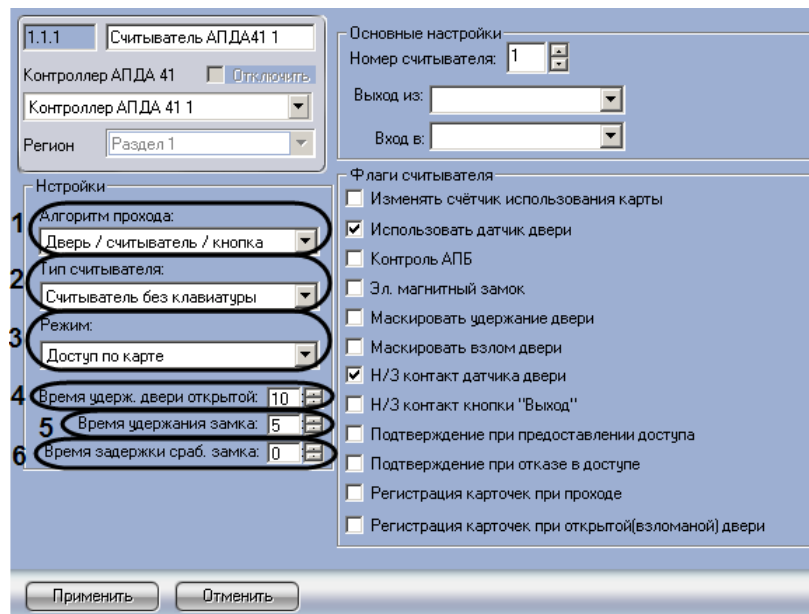

Рис. 3.6—3 Настройка работы считывателя
1. Перейти на панель настройки объекта **Считыватель АПДА21** или **Считыватель АПДА41** (Рис. 3.6—3).
2. Из раскрывающегося списка **Алгоритм прохода**: выбрать конфигурацию точки доступа, оборудованной данным считывателем (см. Рис. 3.6—3, 1).
3. Из раскрывающегося списка **Тип считывателя**: выбрать тип установленного считывателя (см. Рис. 3.6—3, 2).
4. Из раскрывающегося списка **Режим**: выбрать требуемый режим работы считывателя (см. Рис. 3.6—3, 3).